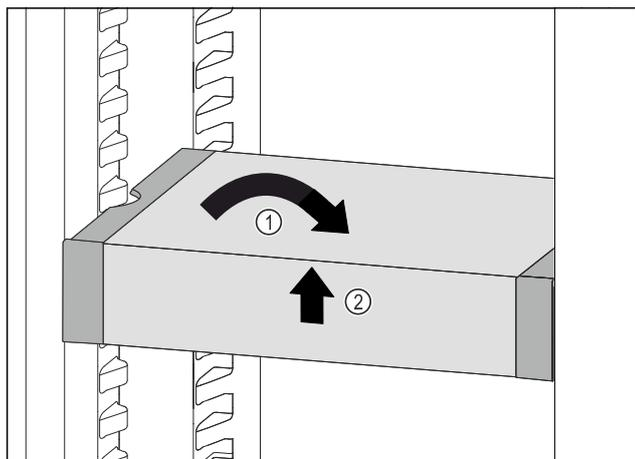

Fig. 70
- ▶ VarioSafe postavte rovně. Fig. 70 (1)
- ▶ VarioSafe vpředu zvedněte. Fig. 70 (2)